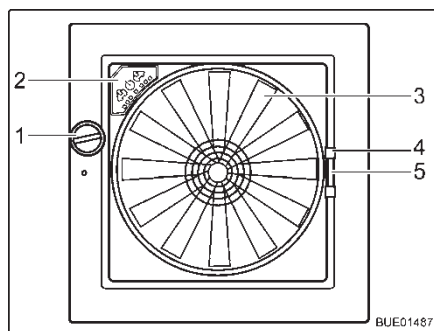

Fig. 85 Oblò Omni-Vent
- Ruotare la manopola (Fig. 85,1), finché non si raggiunge l'angolo di apertura desiderato.
- Ruotare la manopola (Fig. 85,1), finché l'oblò non è completamente chiuso.
- Tirare la zanzariera per l'impugnatura (Fig. 85,4) verso il lato opposto del telaio.
- Serrare la maniglia (Fig. 85,5) dell'oscurante.
- Ventilatore** Se l'oblò è aperto, l'abitacolo può essere ventilato e sfiato con il ventilatore a 6 stadi (Fig. 85,3). Il ventilatore si controlla dal quadro di comando (Fig. 85,2).